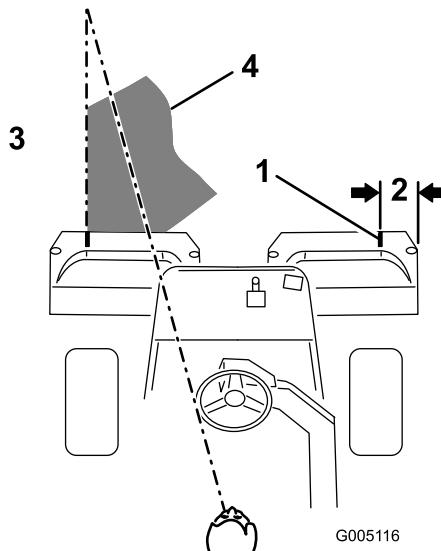

Bild 41
3. Wenn Sie zurückfahren, sollte der neue Mähgang den ersten ein klein wenig überlappen. Damit Sie in einer möglichst geraden Linie über die Grünfläche fahren können und einen gleichmäßigen Abstand zum zuvor gemähten Rasenstück einhalten können, sollten Sie sich eine imaginäre Sichtlinie ungefähr 1,8 bis 3 m vor der Maschine bis zum Rand des noch ungemähten Teils der Grünfläche vorstellen (Bild 40 und Bild 41). Manche Leute finden es auch hilfreich, die äußere Kante des Lenkrads in die Sichtlinie mit einzubeziehen, d.h. sie halten das Lenkrad in einer Linie mit einem Punkt, der immer im gleichen Abstand von der Vorderseite der Maschine bleibt (Bild 40 und Bild 41).